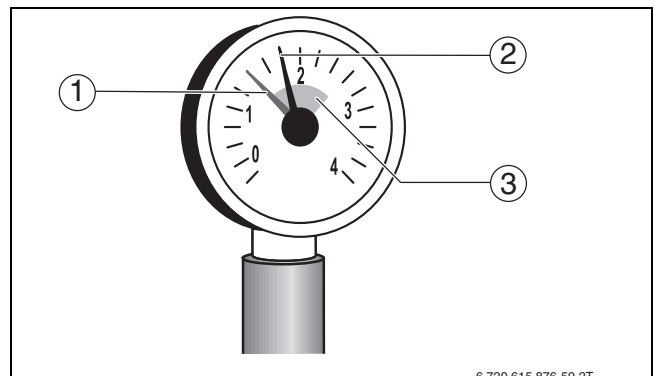

Рис. 8 Манометр для закрытых установок
- ▶ Осторожно откройте водопроводный кран и медленно заполните отопительную систему. При этом наблюдайте за показаниями манометра (→ рис. 8, стр. 8).